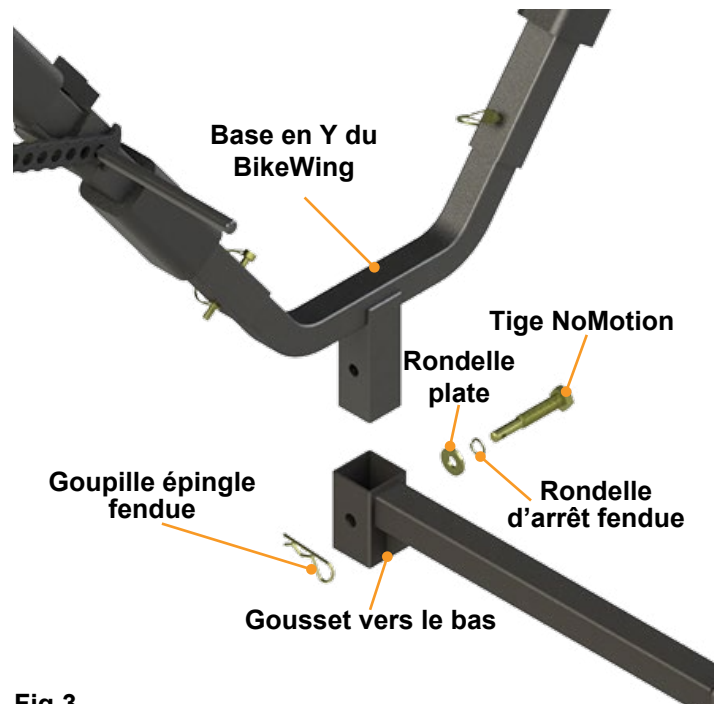

Fig.3
2. Fixer la base en Y du BikeWing à l'extrémité du tube Bump-IT avec la tige d'attelage NoMotion et les rondelles (**Fig. 3**).